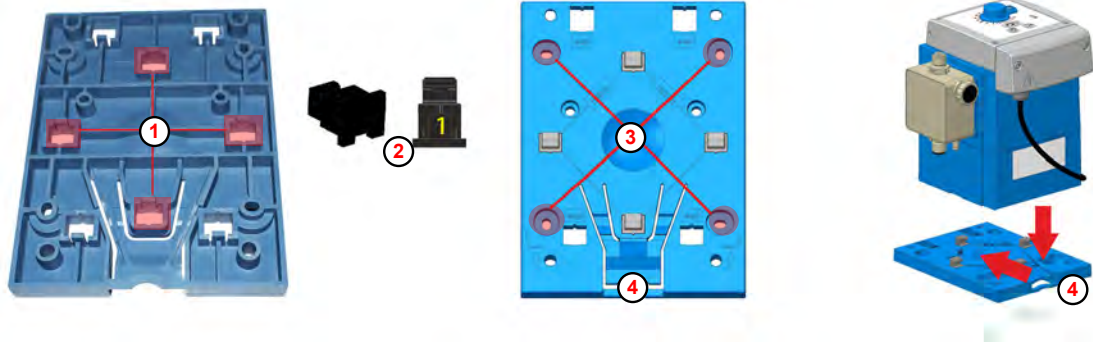

Fig. 4: Predisposizioni per montaggio su tavolo
Le aperture per il montaggio su tavolo (Fig. 4 , ①) sono contrassegnate con il numero 1 sul lato inferiore della piastra di montaggio.